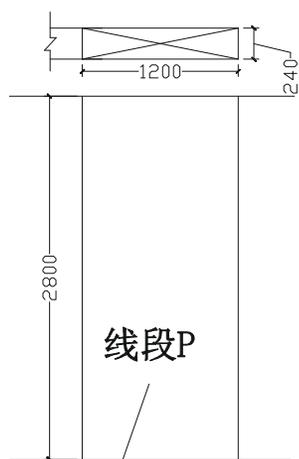
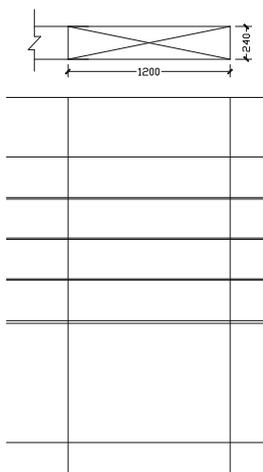
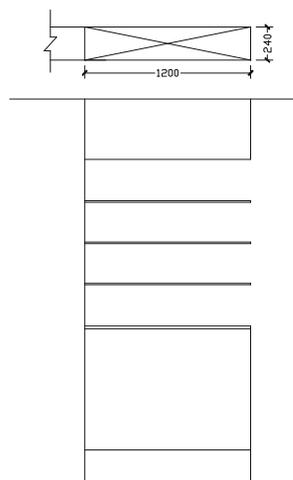

图 8-1-89
图 8-1-90
图 8-1-91
- STEP 01** 参照前面立面图的绘制, 绘制出酒水柜立面的外轮廓线, 如图 8-1-89 所示。
- STEP 02** 使用偏移命令 OFFSET 将如图 8-1-89 所示的线段 P 分别依次向上偏移 250、880、20、300、10、290、10、290、10、300, 如图 8-1-90 所示。
- STEP 03** 使用修剪命令 TRIM 将如图 8-1-90 所示的线段进行修剪, 如图 8-1-91 所示。